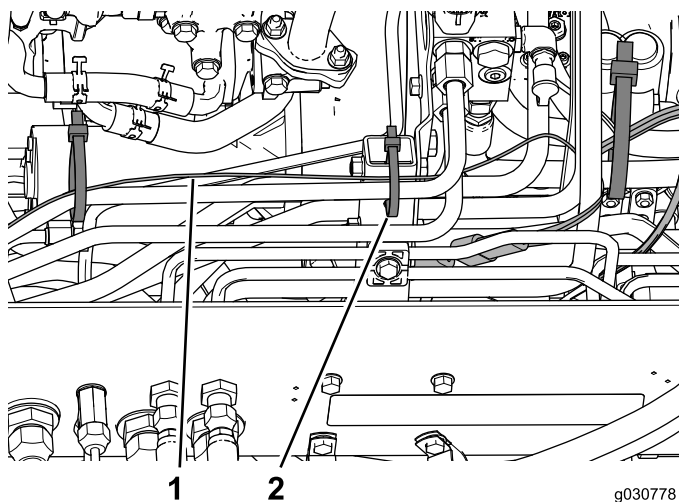
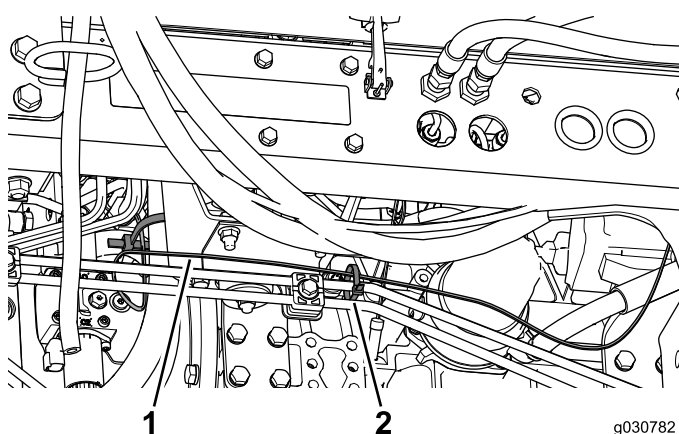

Figura 51
Figura 52
5. Utilizzate fascette per cavi per fissare il cablaggio preassemblato ai flessibili idraulici e alle tubazioni rigide nei punti illustrati nella Figura 51 e nella Figura 52.